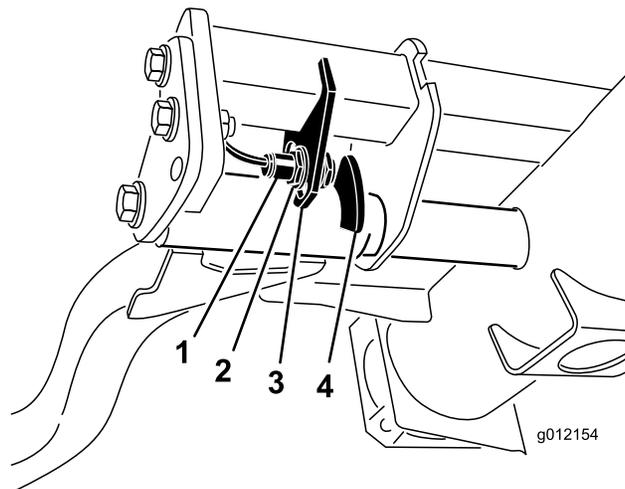

図 35
2. 昇降アームのスイッチは、油圧のメインタンクの下にある右前昇降アームの後ろ側に装着されている 図 35。
3. スwitch の取り付けネジ 図 35 をゆるめ、Switch の位置を下げると、昇降アームの旋回高さが長くなり、上げると、昇降アームの旋回高さが短くなる取り付けボルトを締め付ける。